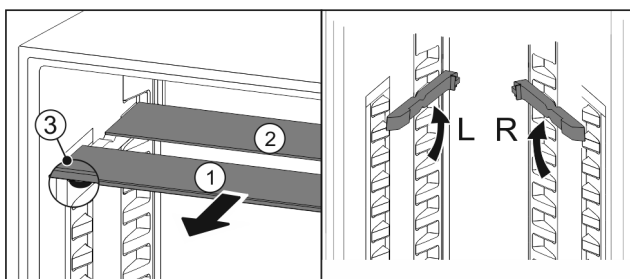

Fig. 105
- ▶ Vytiahnite sklené dosky jednotlivo dopredu Fig. 105 (1).
- ▶ Sklená doska Fig. 105 (1) s ozdobnou lištou leží vpredu.
- ▶ Zarážky Fig. 105 (3) ukazujú nadol.